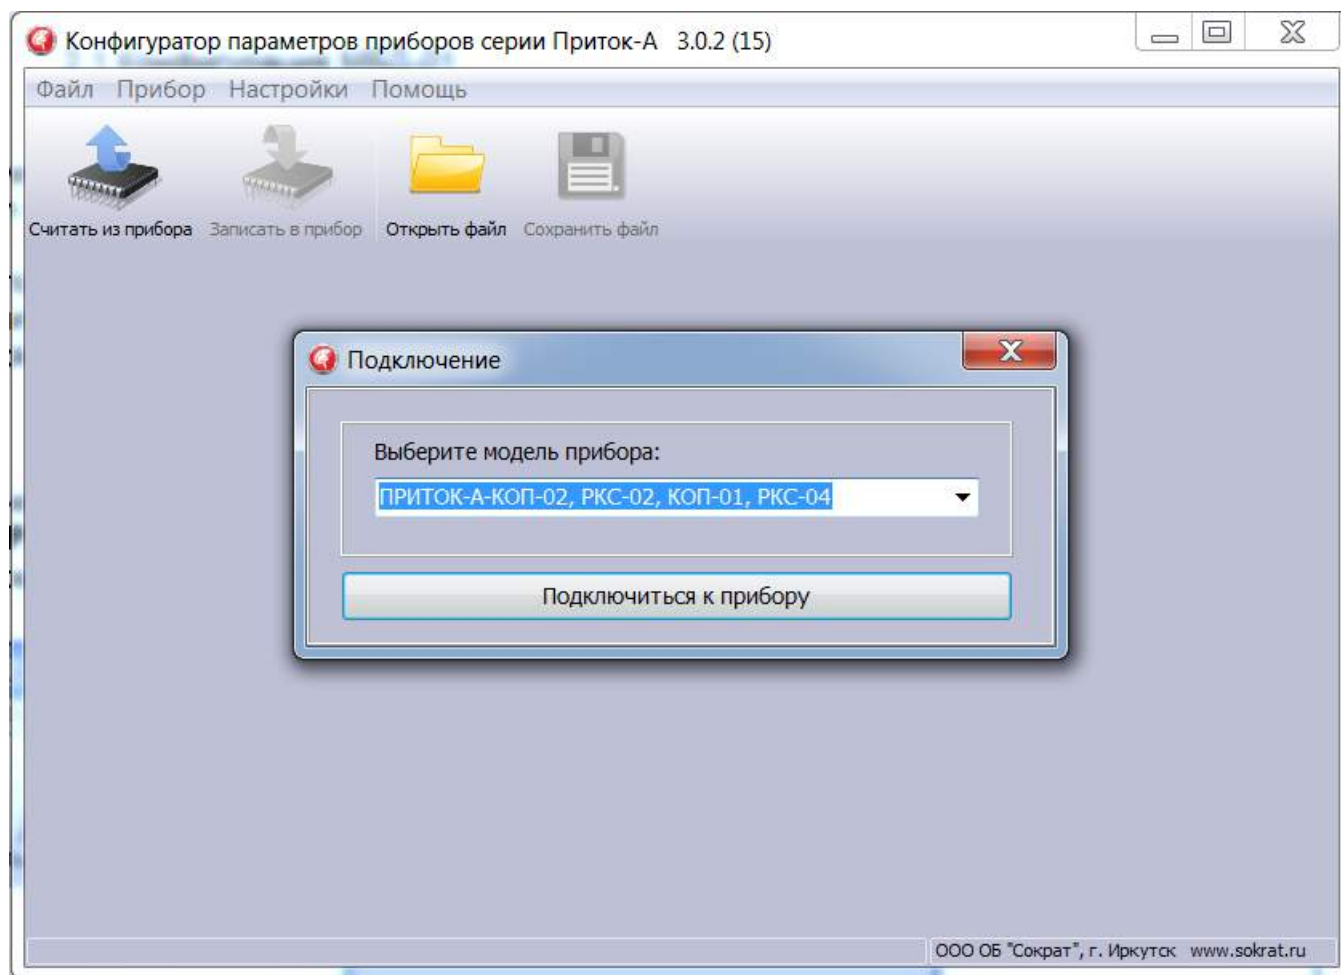

Рисунок 3
1) Подключите МБД-02 к компьютеру с помощью стандартного кабеля miniUSB и запустите программу «Конфигуратор параметров приборов серии Приток-А». В левом верхнем углу окна программы нажмите кнопку «Считать из прибора». В появившемся окне «Подключение» выберите из списка «ПРИТОК-А-КОП-02, РКС-02, КОП-01» и нажмите кнопку «Подключиться к прибору» (см. рис. 3). Дождитесь завершения чтения параметров от КОП.